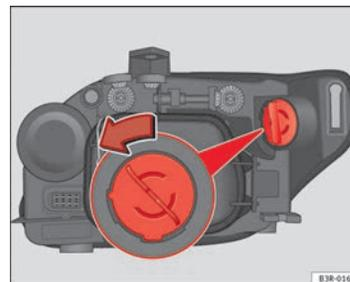

Fig. 195 Lámpara luz intermitente
- Gire el portalámparas en el sentido contrario a las agujas del reloj asiendo por el empuñadura ⇒ fig. 195 y extraiga el portalámparas y la lámpara.